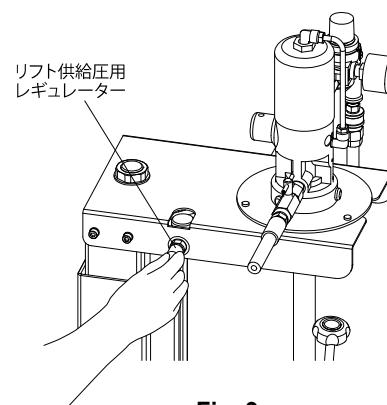

Fig. 9
- リフト供給圧用レギュレーターを調整し、圧力計の指針を 0.4~0.5 MPa にセットしてください。（Fig. 9）